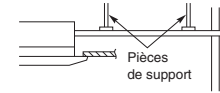

Fig. 3-14
- N'exercez pas de force sur la canalisation située du côté de l'unité lors de la connexion du tuyau de purge. Le tuyau ne doit pas être laissé suspendu non supporté de sa connexion à l'unité. Fixer le tube à un mur, un châssis ou autre support aussi près que possible de l'unité. (Fig. 3-14)